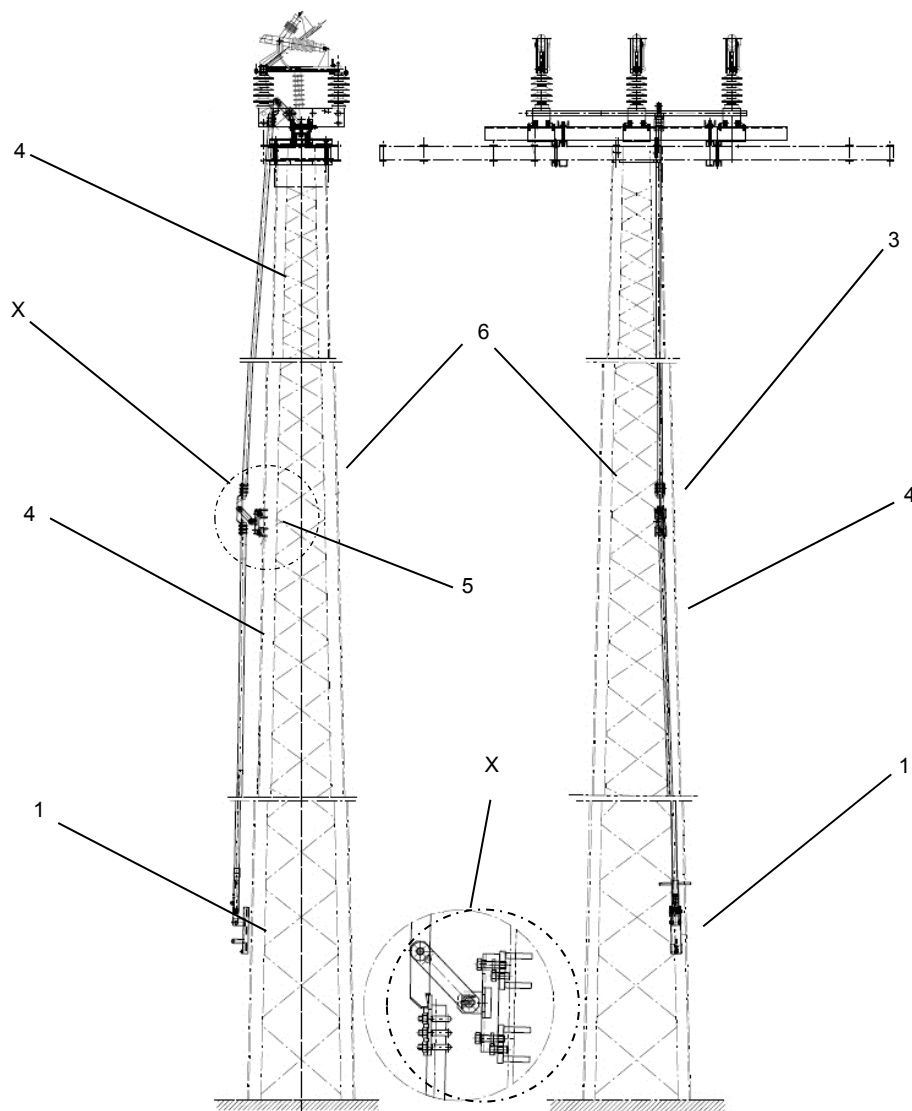

Bild 2 / Pic. 2
Bild 2 zeigt ein Montagebeispiel für Freiluft Handantrieb (1), Schaltgestänge (4), Führungslager (5), montiert am Gittermast (6).
Fig. 2 shows an installation example for an outdoor hand drive (1), switching rod (4), guide bearing (5). Installed onto lattice pole (6).